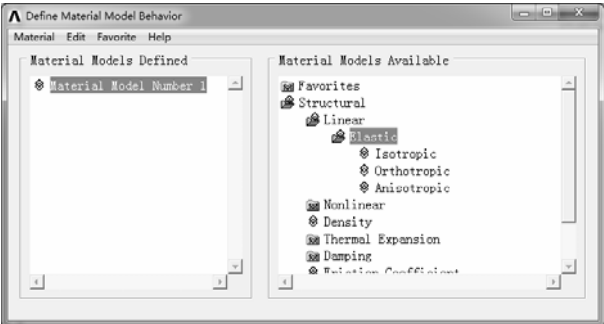
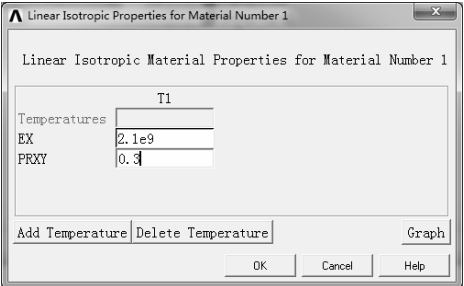

图 9-13 “Define Material Model Behavior”对话框
图 9-14 “Linear Isotropic Properties for Material Number 1”对话框
- 1) 选择“Main Menu>Preprocessor>Materials Props>Material Models”命令，弹出“Define Material Model Behavior”对话框，如图 9-13 所示。
- 2) 在图 9-13 右侧列表中选择“Structural>Linear>Elastic>Isotropic”，弹出“Linear Isotropic Properties for Material Number 1”对话框，如图 9-14 所示，在“EX”文本框中输入 2.1e9，在“PRXY”文本框中输入 0.3，单击“OK”按钮返回。